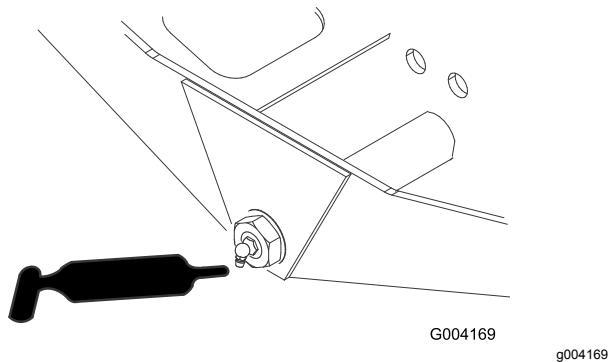

Bild 43
- Achsenlenkzapfen (1) (Bild 43)